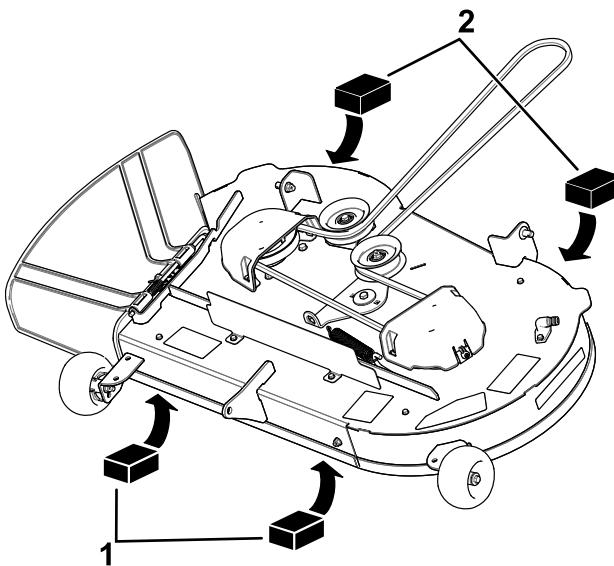

**Figura 67**
5. Meça da ponta da lâmina da frente até à superfície plana e da ponta da lâmina de trás até à superfície plana (Figura 66 ou Figura 67).